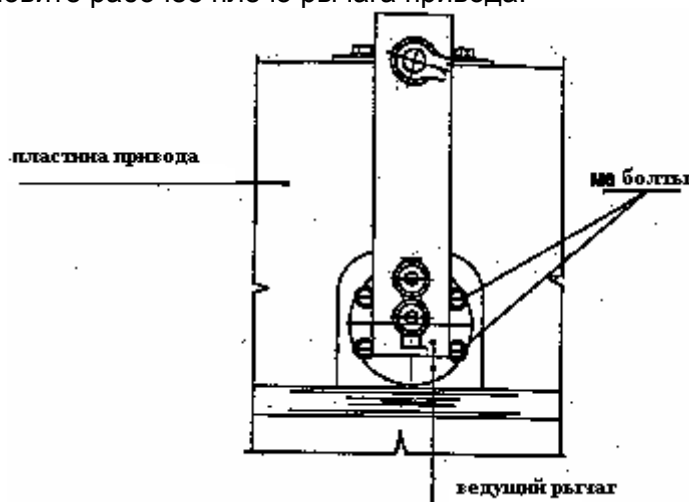

Рис. 10
- снимите рабочее плечо рычага привода, воздействуя на болты «М6» (Рис.10)